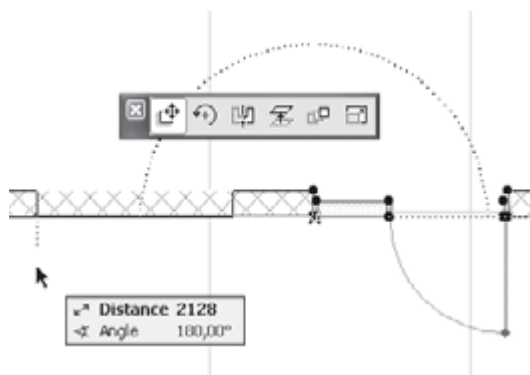

Рис. 8.3. Перемещение двери
8. Переместите указатель мыши для определения новой точки расположения двери (рис. 8.3).